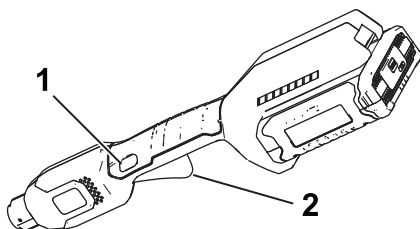

Bild 8
4. Drücken Sie zum Anlassen des Freischneiders die Arretierungstaste und drücken Sie dann den Abzug für die variable Geschwindigkeit (Bild 8).